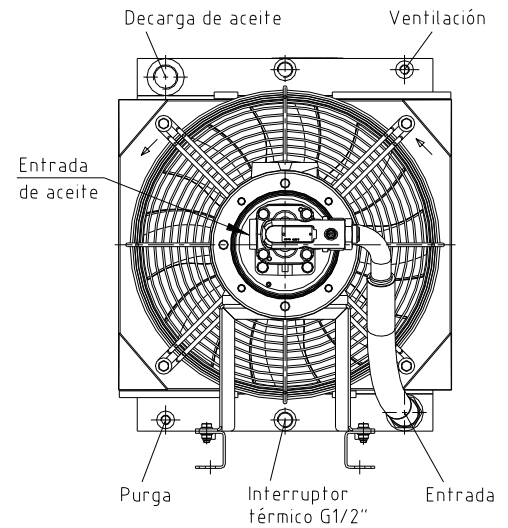

Figura 9: Refrigerador aceite/aire; ejemplo: OPC200 a OPC1000
Para conectar el refrigerador aceite/aire deben utilizarse tubos hidráulicos adecuados. Estos deben conectarse en el lado de descarga del refrigerador (ver figura 9).
- Descargue el elemento refrigerante después del llenado (ver figura 9).